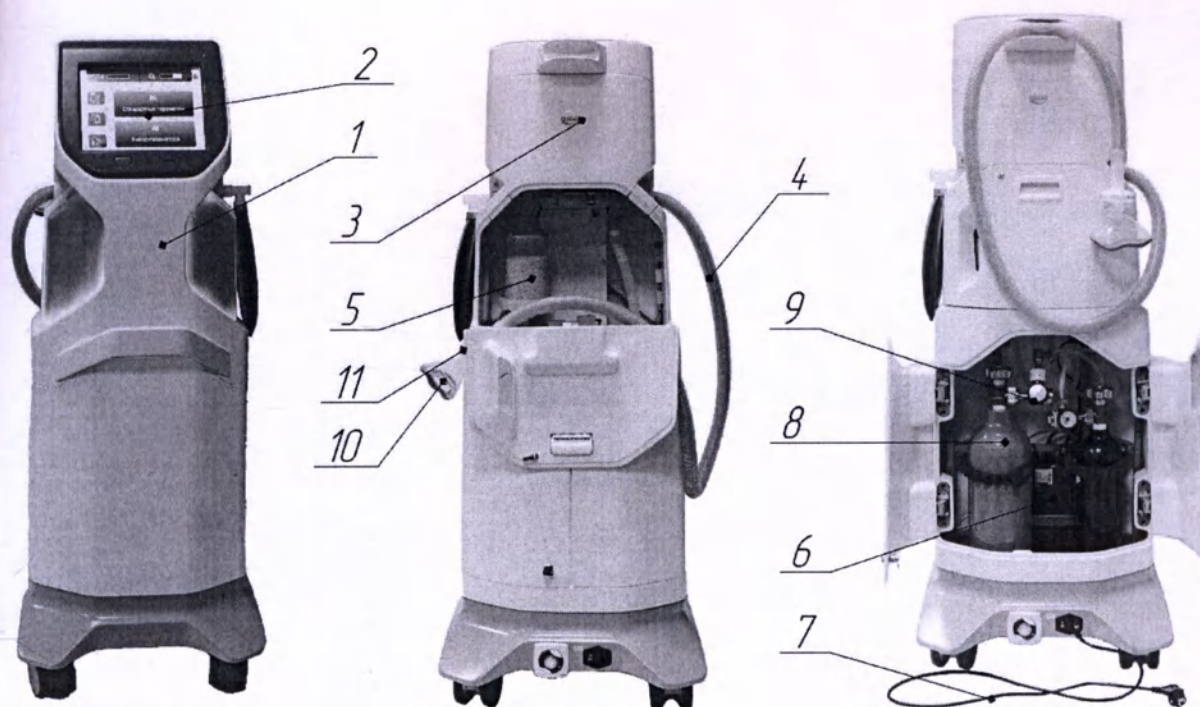

Рис. 1. Комплекс в варианте исполнения передвижной в сборе:
5.1.1 Внешний вид Комплекса в варианте исполнения передвижной представлен на Рис. 1.
5.1.5 Допускается вместо баллона с кислородом (8) и регулятора давления (9) (Рис.1) использовать рукав низкого давления, для подключения к внутренней